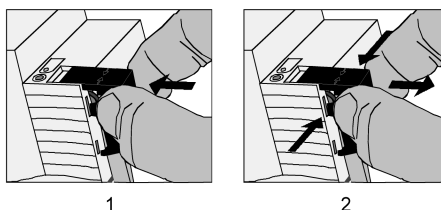

Figure 8: Poser/retirer le capuchon de protection pour la connexion du bus
- Poser le capuchon de protection : Pousser le capuchon de protection sur la borne de bus jusqu'à ce qu'il s'enclenche sensiblement (figure 8).
- Retirer le capuchon de protection : Pour retirer le capuchon de protection, le presser légèrement sur le côté et le tirer vers l'avant (figure 8).